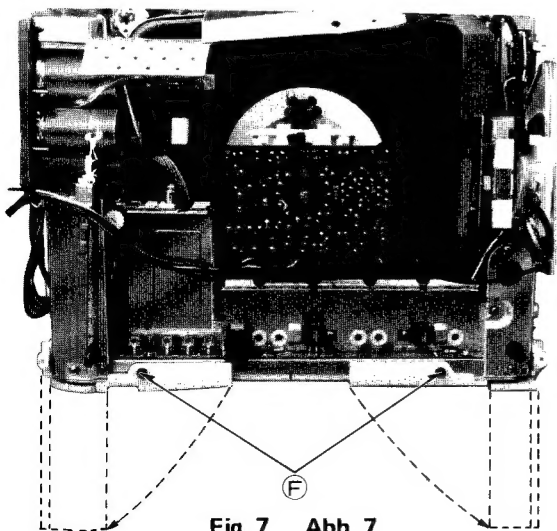

Fig. 7 Abb. 7
1. Remove 2 screws ⑥ and turn the bracket as in fig. 7.
1. Zwei Schrauben "F" entfernen und Halterung wie in Abb. 7 drehen.